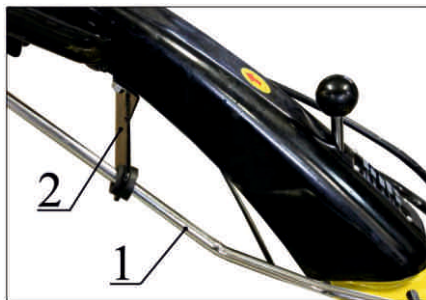

Рис.6
- Проденьте рукоятку переключения скоростей 1 через кронштейн 2 на рулевой стойке (рис.6).